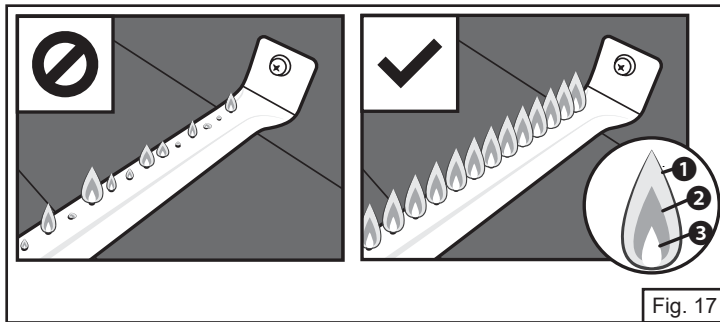

Fig. 17
(Fig. 17) Las llamas que están bien pueden tener unos destellos de color amarillo ①, luego un color azul oscuro ② y un azul intenso junto al tubo del quemador ③.